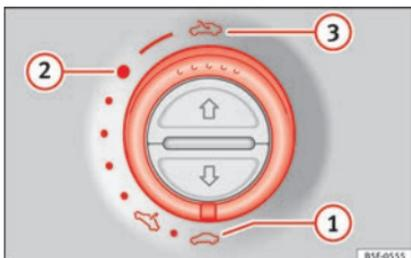

Fig. 13 No revestimento interior do teto: rode o comutador para abrir e fechar.
- Abrir: rode o interruptor para a posição » **Fig. 13 (3)**.
- Posição de conforto: rode o interruptor para a posição » **Fig. 13 (2)**.
- Fechar: rode o interruptor para a posição » **Fig. 13 (1)**.